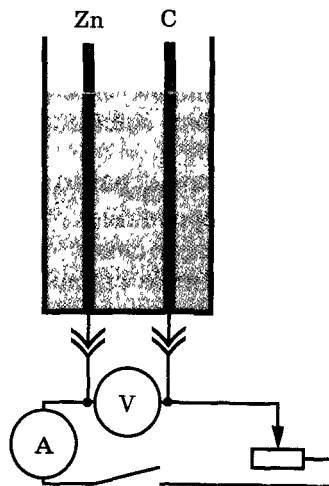

Рис. 44
**Теоретический материал.** На внешнем и внутреннем участках электрической цепи гальванического элемента (рис. 44) существуют электрические поля и движутся заряды (электроны — в металлических проводниках, ионы — в электролитах). Внутри гальванического элемента действуют так называемые сторонние силы (химические реакции), благодаря которым происходит разделение и перемещение зарядов.
При разомкнутой цепи (см. рис. 44), когда к полюсам источника тока подключен высокоомный вольтметр (мультиметр), внутреннее сопротивление источника тока не оказывает заметного влияния на силу тока. При этом напряжение  $U$  на зажимах источника примерно равно  $\mathcal{E}$ .
Для определения внутреннего сопротивления источника тока замыкают ключ (см. рис. 44), снимают показания амперметра и вольтметра. Далее определяют падение напряжения на внутреннем участке цепи  $\mathcal{E} - U = U_0$ , по формуле  $\frac{\mathcal{E} - U}{I} = r$  находят внутреннее сопротивление  $r$ .
2. При наличии одного мультиметра его отключают, переводят в режим измерения силы постоянного тока и включают в электрическую цепь в качестве амперметра (см. рис. 44).